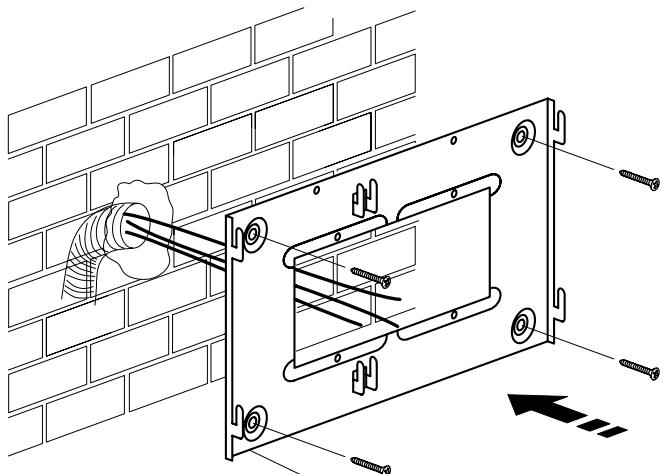

Fig. 1
- Fig. 1- Fissare la staffa Art. 7144 con le 4 viti a corredo ad un altezza di 1,40 m dal pavimento al bordo inferiore della piastra.
- Fig. 1 - Fix the support type 7144 with 4 screws provided fitting the plate lower border at 1,40 m. from the floor.
- Fig.1 - Fixer le support Art. 7144 avec les 4 vis fournies avec le bord inférieure de la plaque à une hauteur de 1,40m. du sol.
- Fig. 1 - Fijar el soporte Art. 7144 con 4 tornillos, provistos con el embalaje, manteniendo el borde inferior de la plancha a una altura de 1,40 m. del suelo.
- Fig. 1 - Fixar o suporte Art. 7144 com 4 parafusos fornecidos tendo o bordo inferior da placa a uma altura de 1,40 m. do chao.